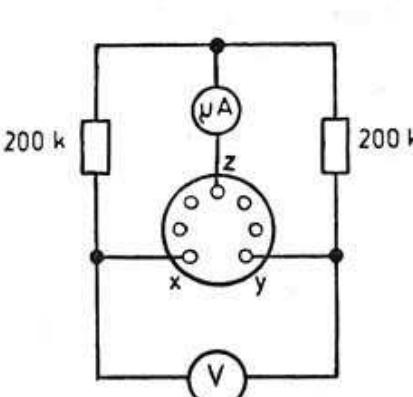

Fig. 1
- d) Mikroamperemeter mit Nullpunkt in der Mitte an Buchsen X - Y und Z gemäß Fig. 1 anschließen.